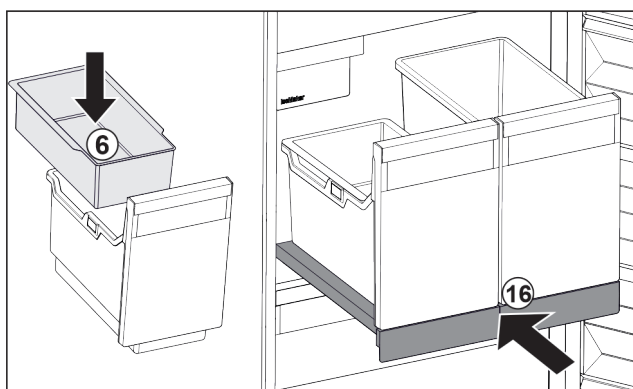

Fig. 40
- ▶ Vsadte závěsnou misku Fig. 40 (6) pro kostky ledu.
- ▶ Zasuňte vysouvací přihrádku s nádobou (IceTower). Fig. 40 (16)